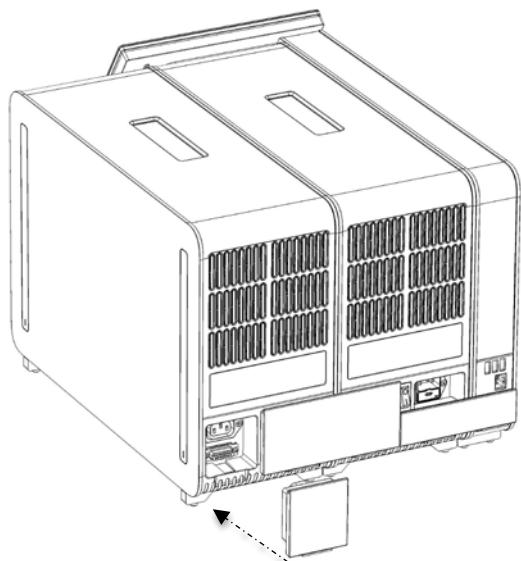

Figura 19. Conectarea punții de conexiuni.
7. Conectați puntea de conexiuni din partea din spate a modulului analitic (Figura 19).